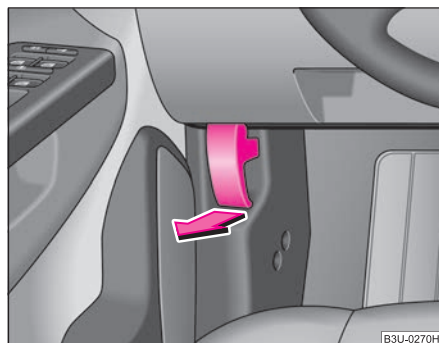

Fig. 172 Palanca de desbloqueo para el capó
- Tire de la palanca de desbloqueo debajo del tablero de instrumentos, lado del conductor ⇒ fig. 172.
- Desbloquee el capó del vano motor ⇒ fig. 172.